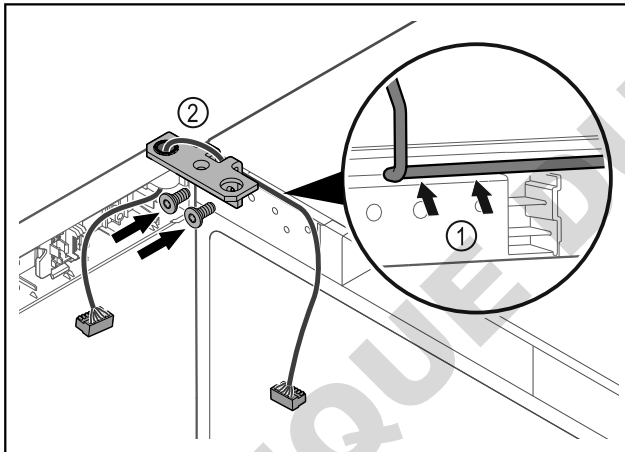

Fig. 48
- Faire passer le câble avec précaution par le trou de l'équerre de charnière Fig. 48 (1).
► Visser l'équerre de charnière Fig. 48 (2).